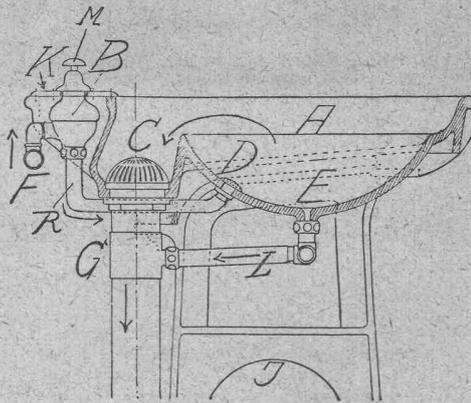
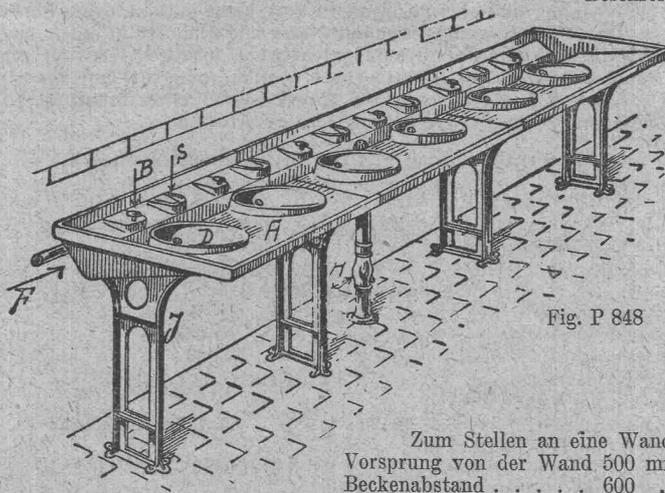

Fig. P 846
Fig. P 848
b) Bei Adsella-Reihenwaschtischen Fig. P 848 u. P 849, mit Adsella-Zuflußvorrichtung Fig. P 846 (Siehe oben):
„ „ „ b) Adsella-Reihenwaschtischen mit Adsella-Zuflußvorrichtung Fig. P 846 „ 27.—
Schnitt von Fig. P 848